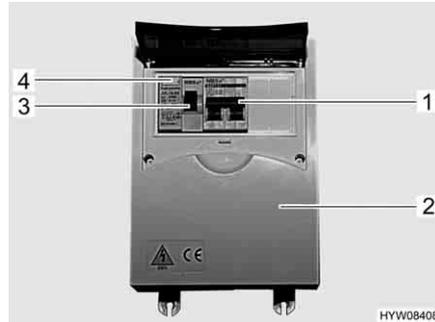

Bild 48 230 V-säkringslåda med ledningsskyddsbrytare och FI-brytare
En jordfelsbrytare (FI-brytare) (Bild 48,3) i säkringslådan (Bild 48,2) skyddar hela fordonet mot läckström (0,03 A).
Den efterkopplade ledningsskyddsbrytaren (10 A) (Bild 48,1) skyddar 230 V-uttagen, kylskåpet och el-blocket.
- När fordonet är anslutet till 230 V-försörjningen: Tryck på kontrollknappen (Bild 48,4). Jordfelsbrytaren (FI) måste lösa ut.